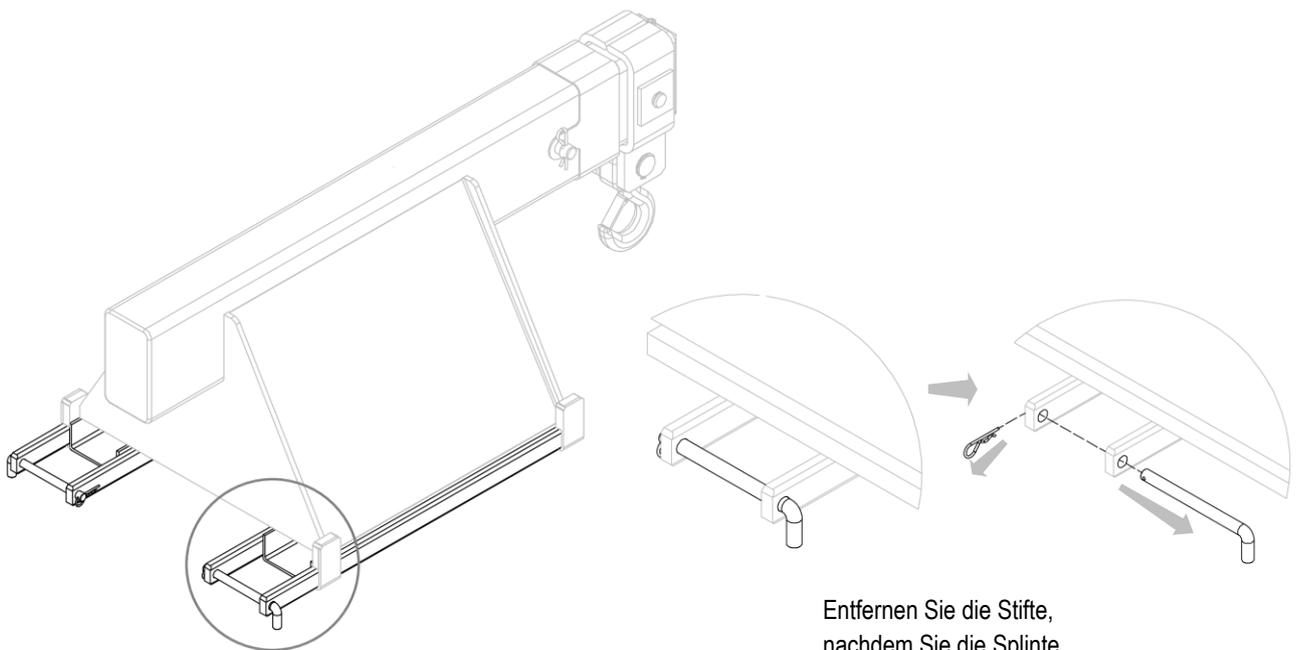

Abbildung 6
4. Wenn die Gabelzinkenfeststeller bereits installiert sind, entfernen Sie sie (siehe *Abbildung 6*).
1. Entfernen Sie die Gabelzinkenfeststeller gemäß den Angaben in der *Abbildung 6* auf S. 14.